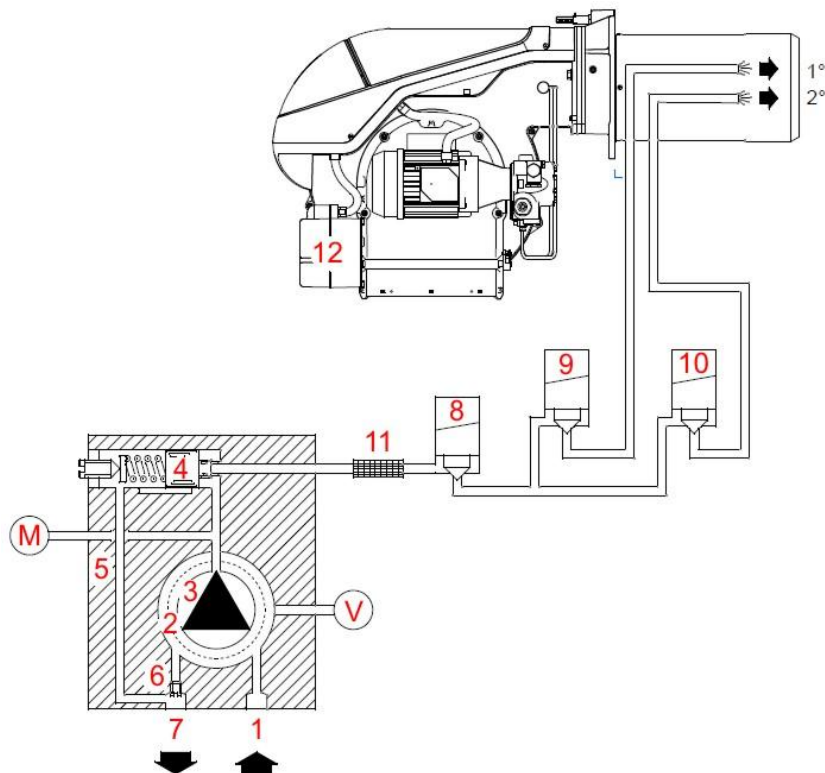

Fig. 22 Hydrauliskt schema
- När temperaturen eller trycket ökar tills styranordningen TR öppnas kommer magnetventilen (pos. 10, Fig. 22) att stängas av och brännaren går från 2:a till 1:a stegs drift.
- När temperaturen eller trycket sjunker tills styranordningen TR stängs, kommer magnetventilen (pos 10, Fig. 22) öppnas, och brännaren går från 1:a till 2:a stegs drift, och så vidare.
- Brännaren stannar när efterfrågan på värme är mindre än den mängd värme som avges av brännaren i 1:a steget. I detta fall kommer kontroll enhet TL öppna och magnetventilerna (pos. 8 och 9, Fig. 22) stänga av, och lågan kommer omedelbart att slockna. Luftspjället stängs helt.